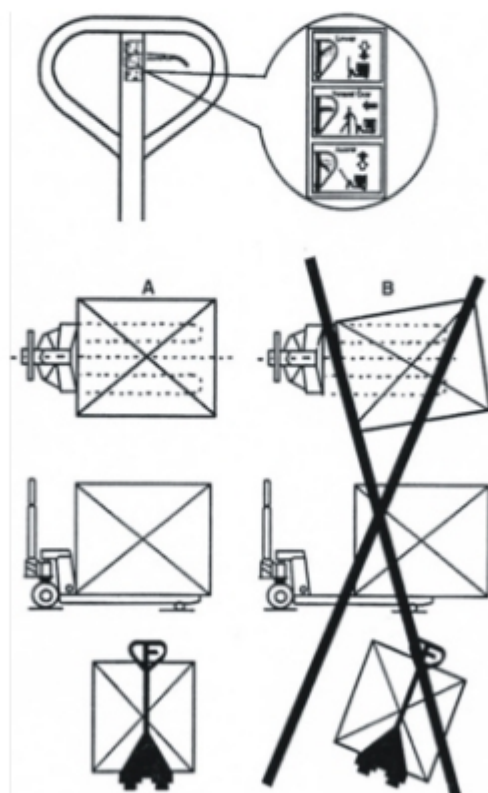

Рисунок 4. Расположение груза.
- Не перегружайте тележку. Грузоподъемность изделия указана для груза, распределенного равномерно, центр тяжести которого приходится на середину вилок. (Рисунок 4).